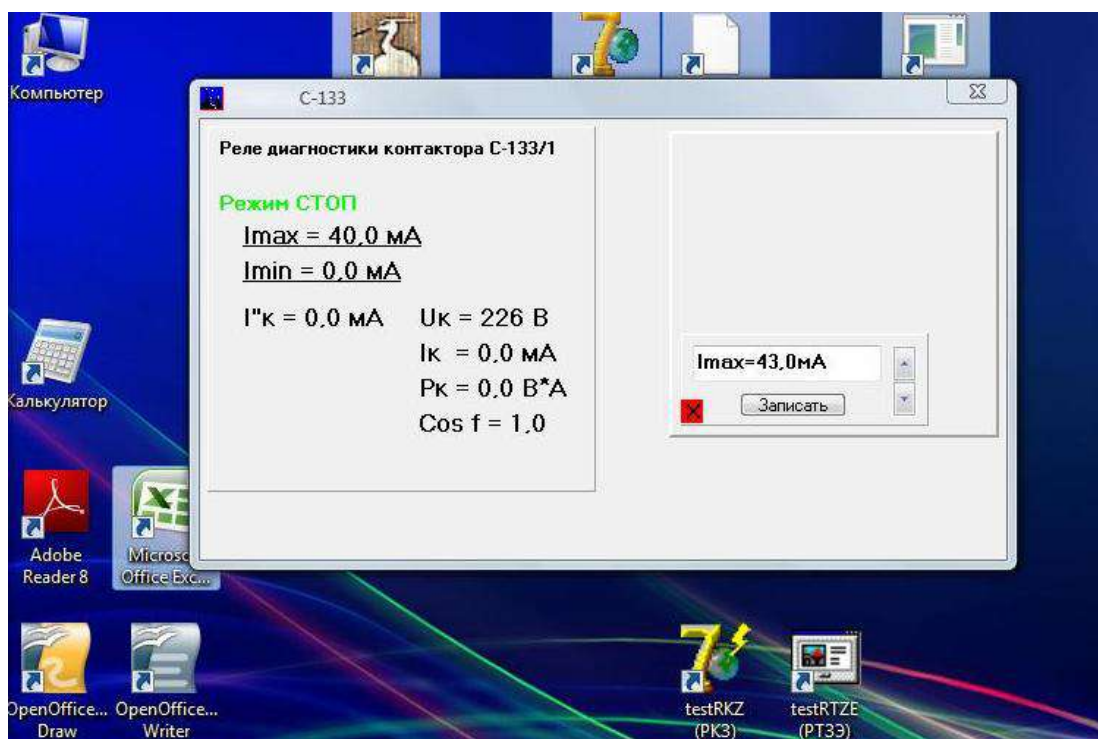

Рисунок 5 – окно корректировки уставок СМАРТРЕЛЕ C-133
8.4.4 Установить значения уставки **I_{max}** на 5-10% больше зафиксированного значения тока $I^*к$, для чего нажать на уставку **I_{max}** . В открывшемся дополнительном окне (рис.5) установить необходимое значение **I_{max}** и закончить операцию нажатием кнопки "Записать".
8.4.5 Установить значения уставки **I_{min}** на 5-10% меньше зафиксированного значения тока $I^*к$, для чего нажать на уставку **I_{min}** . В открывшемся дополнительном окне (рис.5) установить необходимое значение **I_{min}** и закончить операцию нажатием кнопки "Записать".